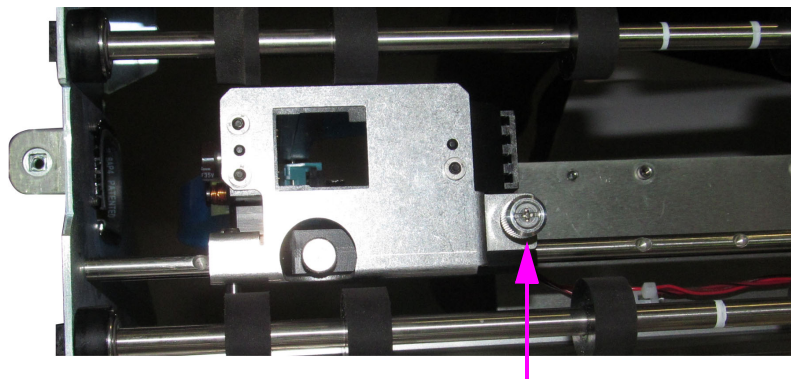

Abbildung 5-9: Grafikdrucker Verriegelung
10. Klappen Sie die Baugruppe zurück in die Stapel abdeckung und ziehen Sie die Rändelschraube fest. Der IMTECH- Drucker verfügt über eine Verriegelung an seiner Tür, die in Kraft tritt, wenn die Rändelschraube nicht vollständig eingerastet ist (siehe Abbildung 5-9).